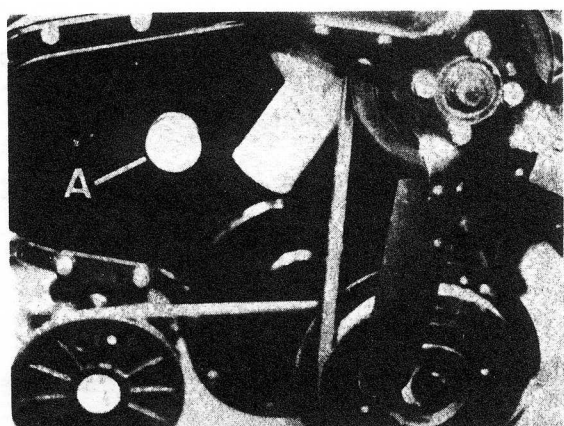
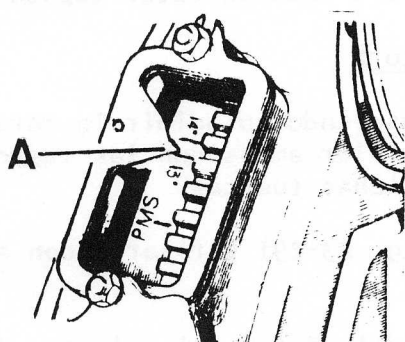
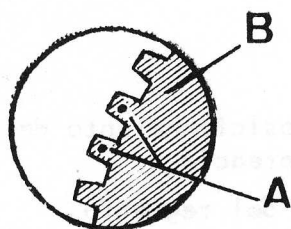
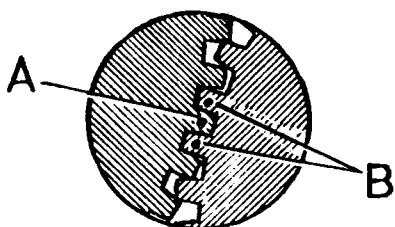

Fig. A3-33 Registro para localización de marcas de los engranajes
Fig. A3-34 Sincronizado de grados de avance en el volante
Fig. A3-35 Marcas del engranaje del árbol de levas para montar el de la bomba inyectora
Fig. A3-40 Sincronización de engranajes de árbol de levas y bomba inyectora
- 3.4. Desmontar el tapón, A (Fig. A3-33) situado en la parte frontal de la tapa de la distribución.
- 3.6. Girar el cigueñal hacia la derecha hasta que el índice de referencia, A, (Fig. A3-34), quede situado entre las marcas 13° y 14° del volante. En este momento se comprobará a través del orificio de la tapa de la distribución, A (Fig. A3-33), si los dos dientes marcados con un granetazo cada uno, A, (Fig. A3-35), del engranaje del árbol de levas, B, están situados frente a dicho orificio. De no ser así, habrá que girar el volante otra vuelta, dejando las marcas 13° - 14° en la misma posición anterior (Fig. A3-34).
10. Introducir el conjunto bomba, tapa y engranaje sobre su alojamiento en el cárter de la distribución, teniendo en cuenta que el diente del engranaje de accionamiento de la bomba marcado con un granetazo, A (Fig. A3-40), deberá penetrar entre los dos dientes del engranaje del árbol de levas, marcado cada uno con un granetazo, B. Este detalle hay que apreciarlo a través del orificio, A, (Fig. A3-33) de la tapa del cárter de la distribución.